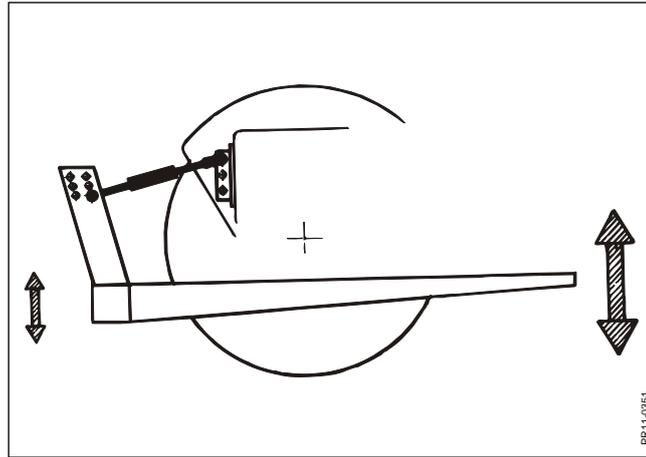

Fig. 2-15
**Fig. 2-15** Al conducir con un remolque con el que tenga que conectar y desconectar la picadora de precisión para cada carga, la operación le será más sencilla si la suspensión tiene un movimiento amplio hacia arriba y hacia abajo en la parte delantera y un movimiento más reducido en la parte trasera. De esta manera resulta más fácil "recoger" la picadora de precisión del suelo sin que el remolque toque la superficie. El gran movimiento en la parte delantera se consigue mediante el montaje del brazo superior en la parte de arriba del tractor y en la parte de abajo de la suspensión.